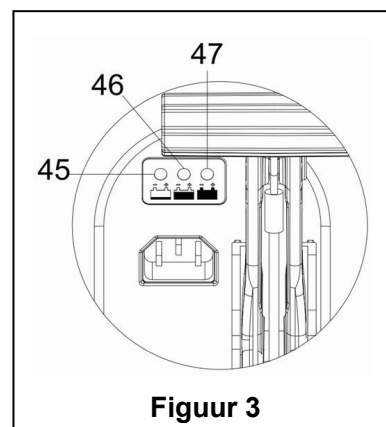

Figuur 2
**BEDIENINGS PANEEL (Figuur 2)**